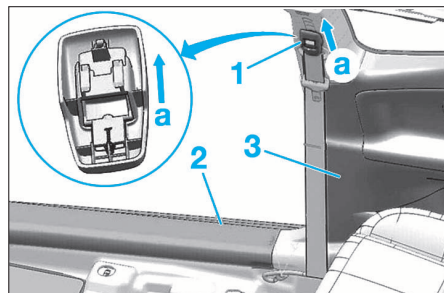

FIG. 15
- Décliper en (a) le bouton de réglage (1) (Fig.15).